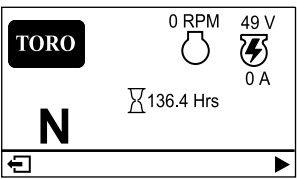

Figure 17
- **Écran d'information principal (Figure 17)** : il affiche les données actuelles de la machine quand la clé est à la position CONTACT.